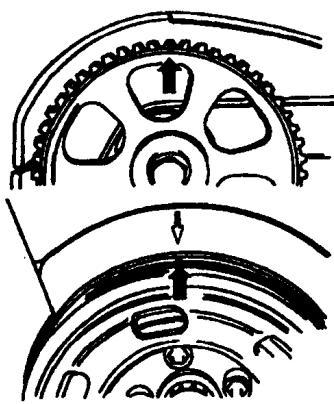

图 1-23
①拆下多楔带。
②拆下正时带护罩，标记正时带旋转方向。
③将发动机旋转到一缸上止点位置，如图 1-23 所示。